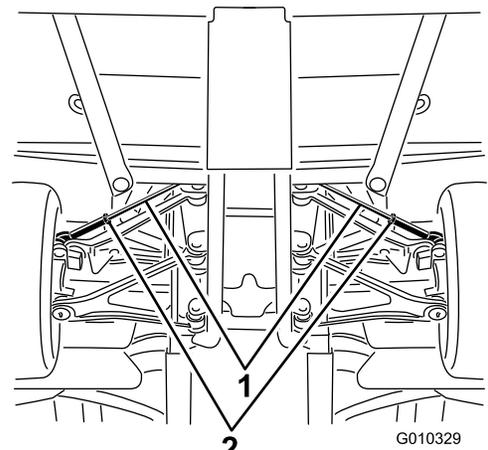

図 59
- A. タイロッドの中心についているジャムナットをゆるめる図 59。